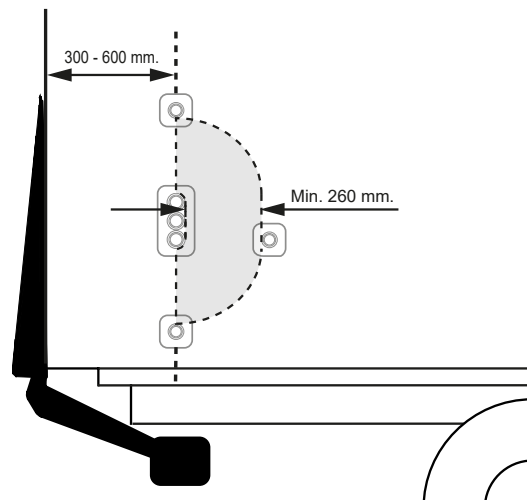

Figura 39. Montaje de dispositivo de mando
2. La distancia entre el borde trasero del vehículo y el centro de los dispositivos de mando debe ser 300-600 mm. Las distancias entre los dispositivos de mando debe ser inferior a 260 mm. Véase la Figura 39.